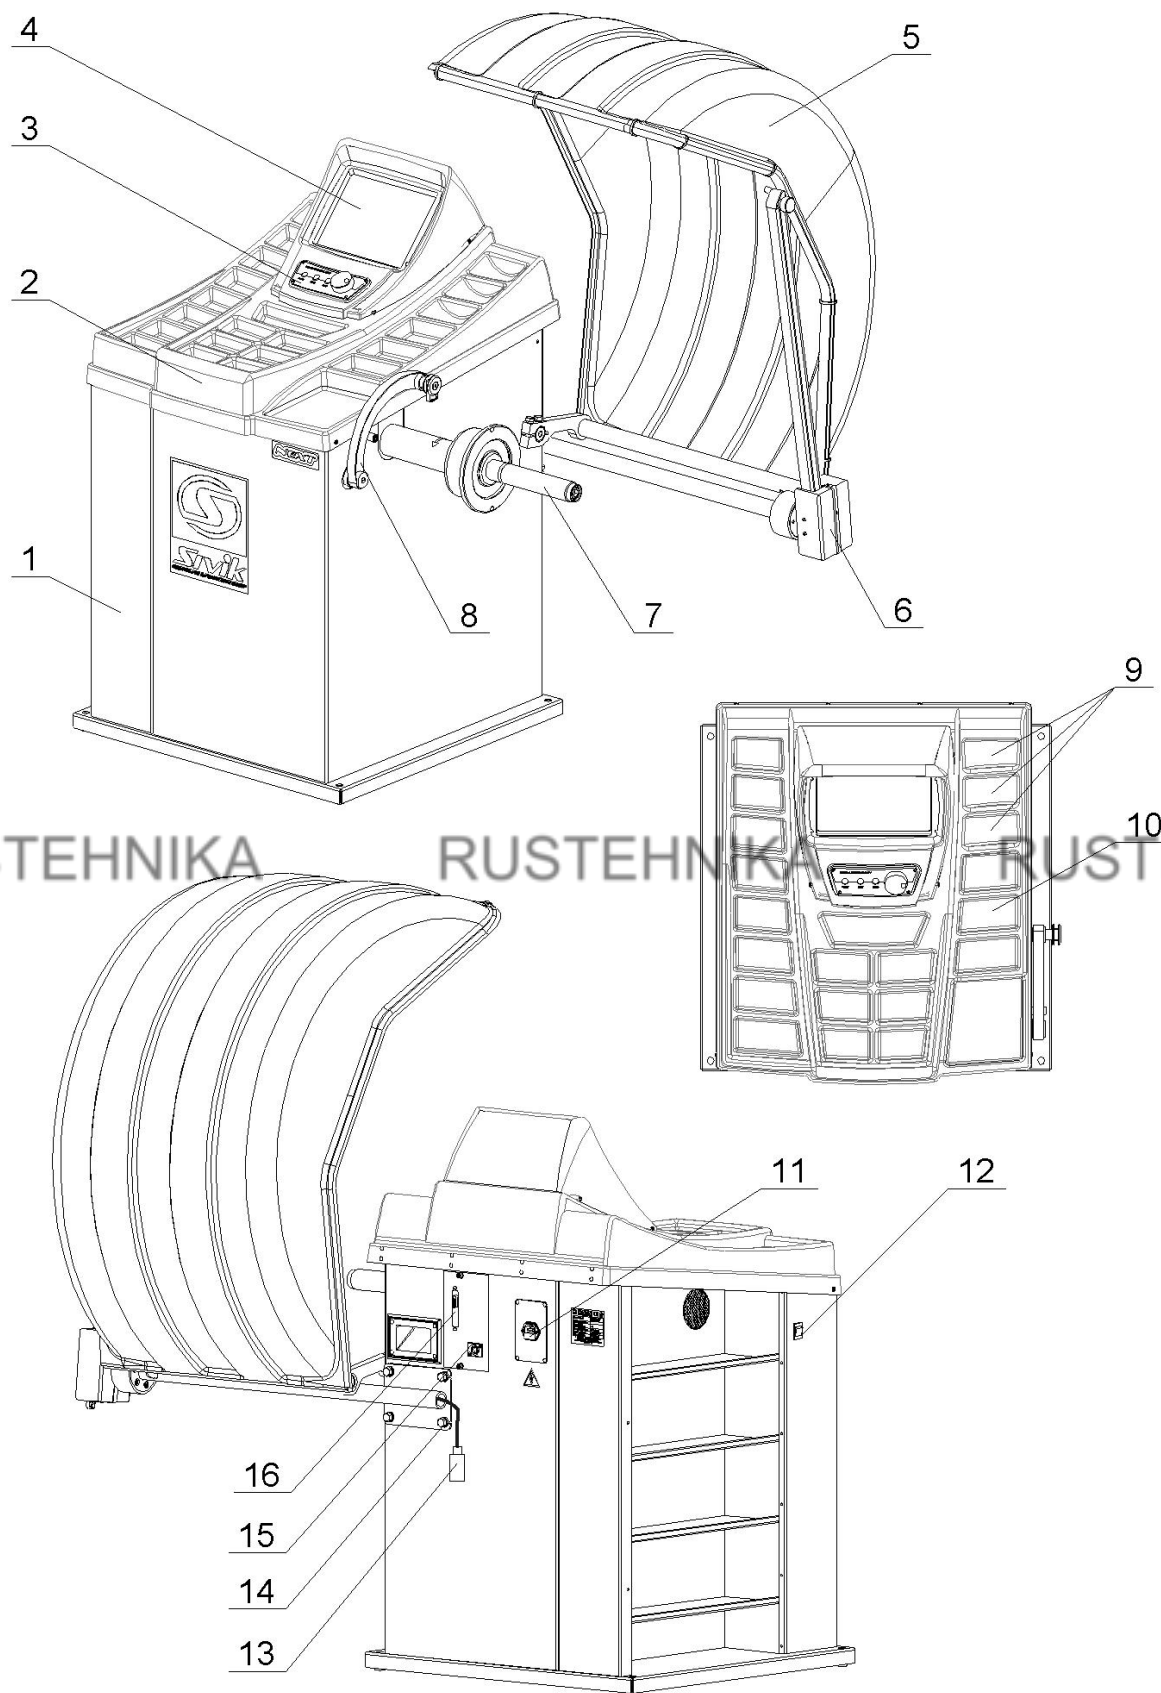

Рисунок 4.1
4.2.6 Закрепить вторую линейку 6 на корпусе с помощью 4 болтов с шайбами 14 и подключить вилку линейки 13 к гнезду 15 (рисунок 4.1).
4.2.8 Подключить сетевой шнур к гнезду станка, расположенному на задней панели корпуса станка (рисунок 4.1), и к питающей сети, оборудованной розеткой с контактом заземления.